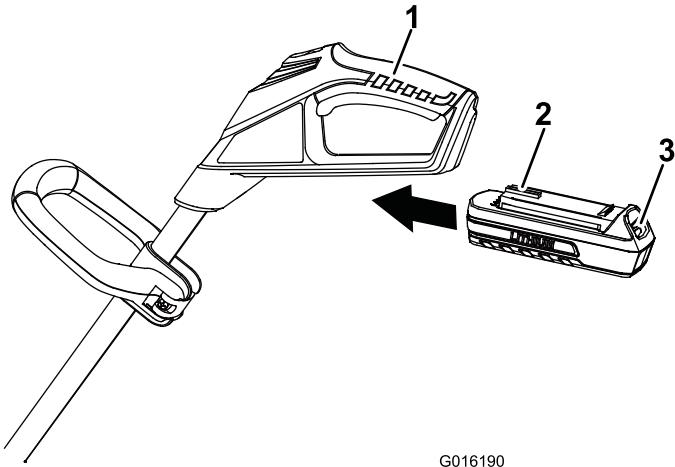

Figure 6
1. Alignez la languette de la batterie sur le creux dans le corps de la poignée (Figure 6).
2. Saisissez la poignée d'actionnement (Figure 6).
4. Pour démarrer la débroussailleuse, repoussez le commutateur de verrouillage à la position de MARCHE, puis serrez la poignée d'actionnement (Figure 6).